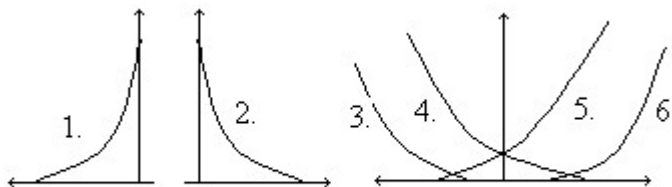

Рис. 4.3.
1.3.13. Показать передаточную ВАХ (рис. 4.3.) n-канального полевого транзистора с р-п переходом: